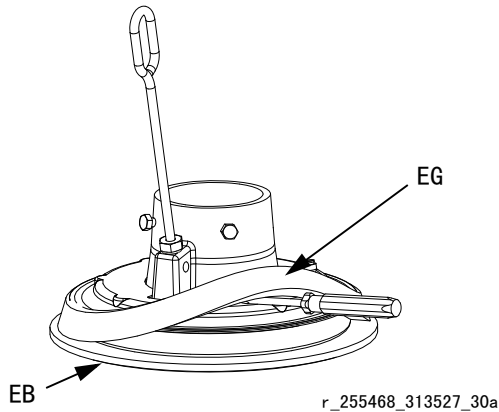

图 12：滑动隔圈
2. 用手弯动隔圈（EG）使其脱离压板，将其从法兰和底部刮环（EB）上拉下。参见图 12。
1. 确保隔圈（EG）直径大的一面朝下。用手将隔圈（EG）慢慢套上压盘法兰。参见图 12。